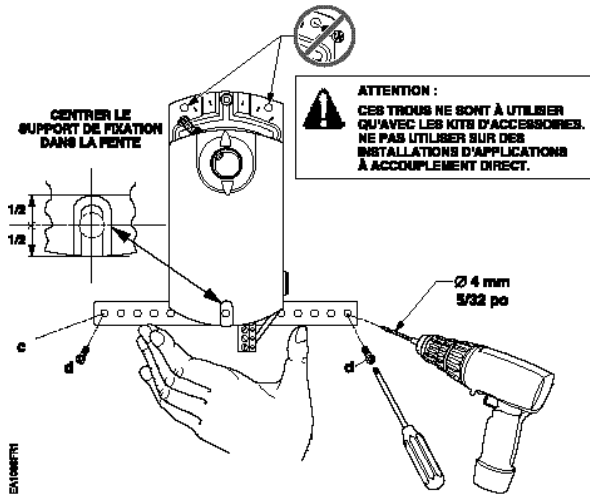

Figure 8. Attacher le support de fixation.
1. Pour utiliser le signal d'entrée 0...10 V dans sa totalité, soulevez la patte située sur le coté inférieur gauche du servomoteur et localisez les commutateurs DIP (figure 8).
2. Réglez le commutateur DIP self-adapt sur $\leftarrow \rightarrow$ (ON).